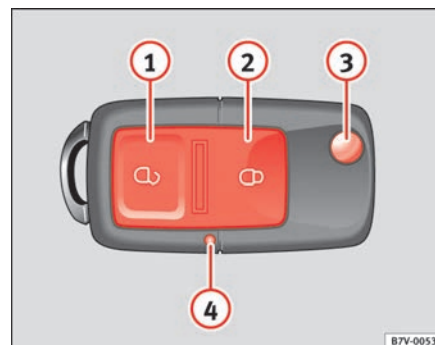

Fig. 61 Teclas de la llave con mando a distancia
Al girar *una vez* la llave en la cerradura de la puerta del conductor, en la dirección de apertura, o al pulsar una vez la tecla ⇒ **página 100, fig. 61**  de la llave con mando a distancia, se desbloquea únicamente la puerta del conductor.
- Pulse la tecla  ⇒ fig. 61 ① del mando a distancia para desbloquear todas las puertas y el portón trasero.
- Pulse la tecla  ② del mando a distancia para bloquear todas las puertas y el portón trasero.
Al pulsar alguna de las teclas, el testigo de la pila de la llave ⇒ fig. 61 ④ se enciende.
Con la tecla ⇒ fig. 61 ③ del mando, se desbloquea el paletón de la llave.
- Pulse una vez la tecla de apertura  ⇒ página 100, fig. 61 .
Si se pulsa la tecla  ⇒ página 100, fig. 61  repetidamente fuera del radio de acción, puede darse el caso de que ya no se pueda abrir o cerrar el vehículo con el mando. En ese caso, debe sincronizarse de nuevo la llave con mando a distancia.
Si el testigo de la pila del mando a distancia ⇒ página 100, fig. 61 ④ no se enciende al pulsar las teclas, debe reemplazar en breve la pila.
⇒ página 100, fig. 61 ③.